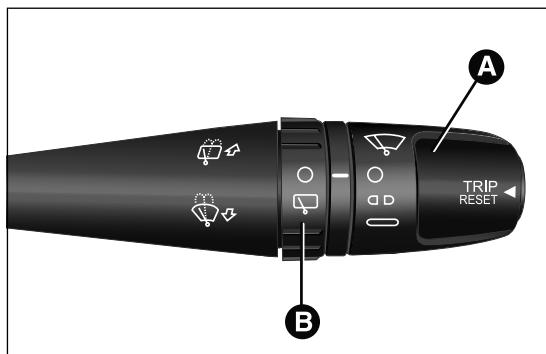

fig. 204
- ☐ girar la corona A fig. 204 en posición  (limpiaparabrisas parado);